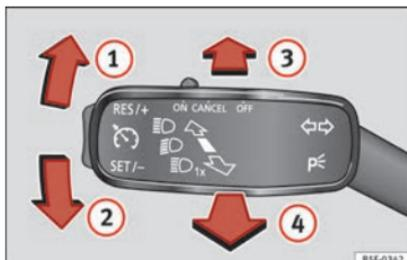

Fig. 131 Manípulo das luzes indicadoras de mudança de direção e dos máximos.
- Desloque o manípulo » **Fig. 131** para cima **1** ou para baixo **2**.
- Pressione o manípulo » **Fig. 131** para a frente no sentido da seta **3**.
- Os máximos desligam-se quando o manípulo volta à sua posição original, no sentido da seta ④.
- Puxe o manípulo **»» Fig. 131** na direção do volante (ponto de pressão) no sentido da seta ④.
- Empurre o manípulo das luzes indicadoras de mudança de direção **»» Fig. 131 »» Página 126** para cima ou para baixo – acendem-se as luzes de presença do lado direito ou esquerdo do veículo.